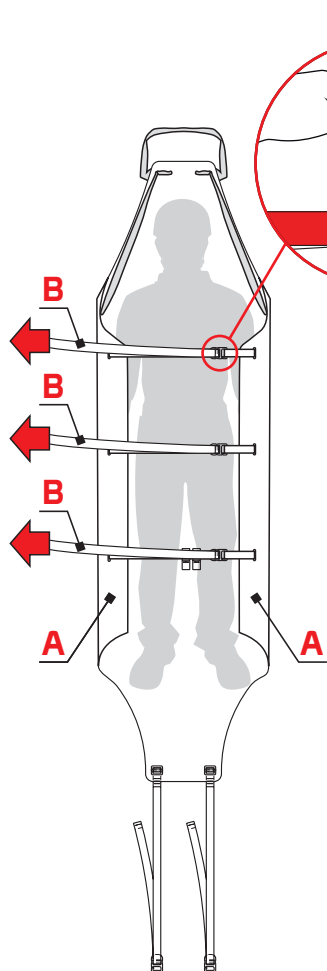

Fig.17
- inserire le fibbie con gancio (I) nelle corrispondenti fettucce con asola (C) e tensionare le fettucce (B) per sollevare le parti laterali del piano di appoggio (A) di quanto necessario a contenere il paziente (fig. 17),